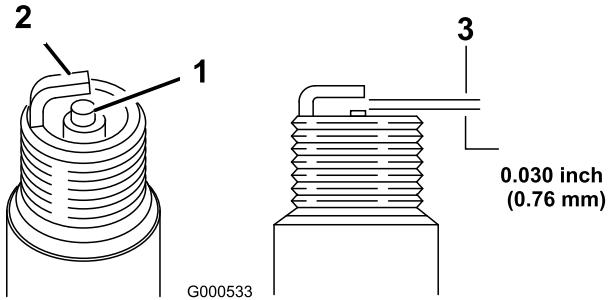

Figura 51
1. Controllate il centro delle candele (Figura 51). Se l'isolatore ha una patina marrone chiaro o grigia, il motore funziona correttamente. Una patina nera sull'isolatore significa in genere che il filtro dell'aria è sporco.
2. Verificate la distanza tra gli elettrodi centrale e laterale (Figura 51), e se non è esatta piegate l'elettrodo laterale.